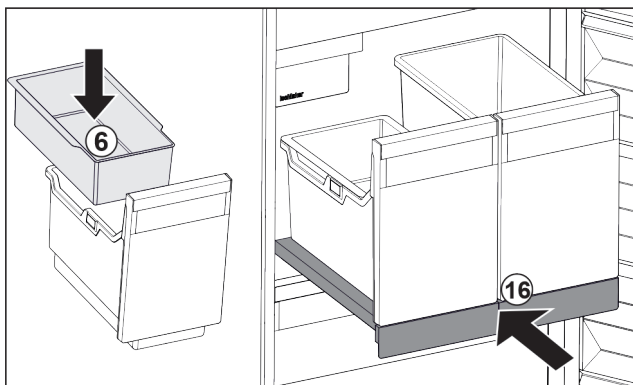

Fig. 25
- ▶ Vsaďte závěsnou misku Fig. 25 (6) pro kostky ledu.
- ▶ Zasuňte vysouvací přihrádku s nádobou (IceTower). Fig. 25 (16)